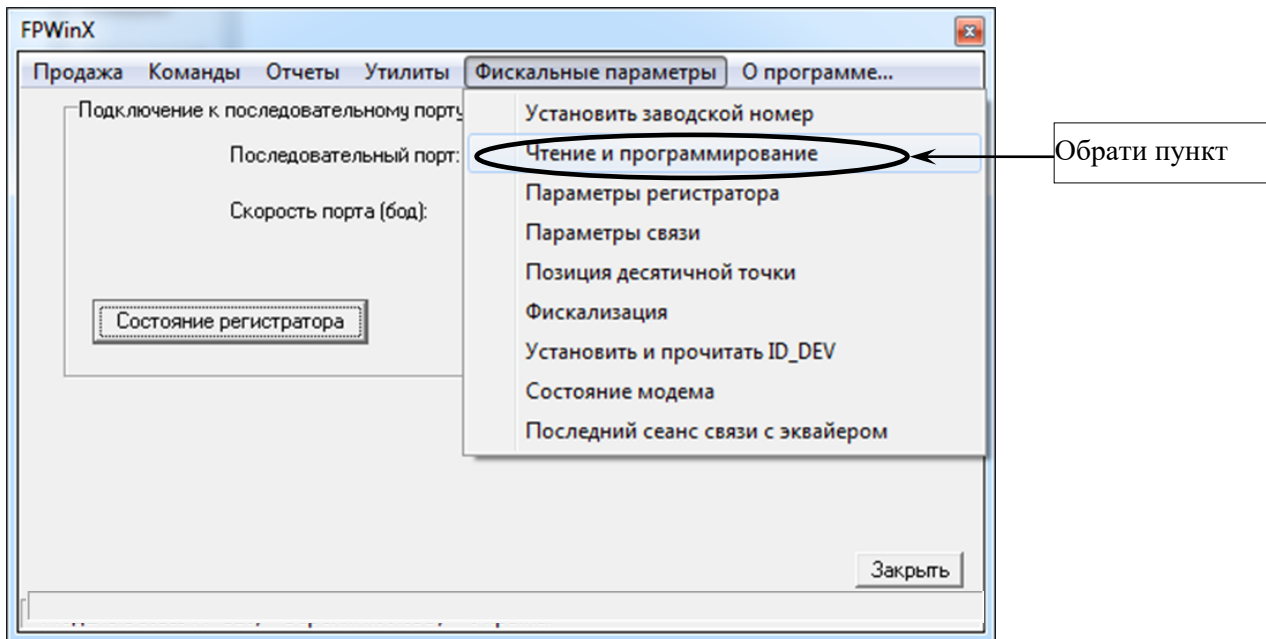

Рисунок 16
В полі «Последовательный порт» обрати COM порт, до якого підключено реєстратор (рисунок 16)
В полі «Скорость порта» обрати швидкість підключення (за умовчанням 9600 біт/с) (рисунок 16).
5.4 У вікні програми обрати закладку «Фискальные параметры», далі у випадаючому меню обрати пункт «Чтение и программирование» (рисунок 16).